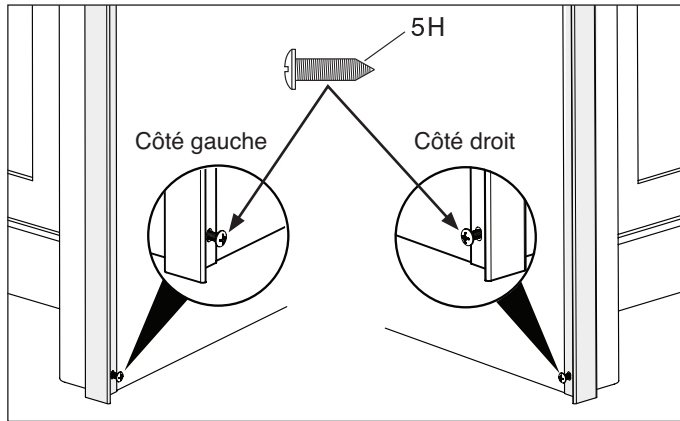

Figure 10
- c. Vissez la vis jusqu'au bout, puis sortez. Enlevez la garniture latérale afin de l'installer ultérieurement. (Voir la Figure 10).
- c. Vissez la vis jusqu'au bout, puis ressortez. Enlevez la garniture latérale afin de l'installer ultérieurement. (Voir la Figure 10).